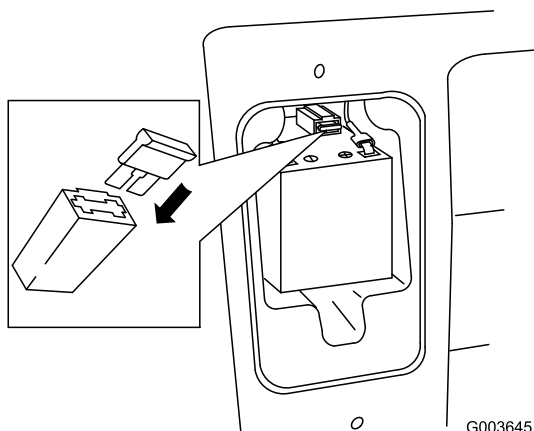

Figura 11
3. Instale el fusible en el portafusibles (Figura 11).